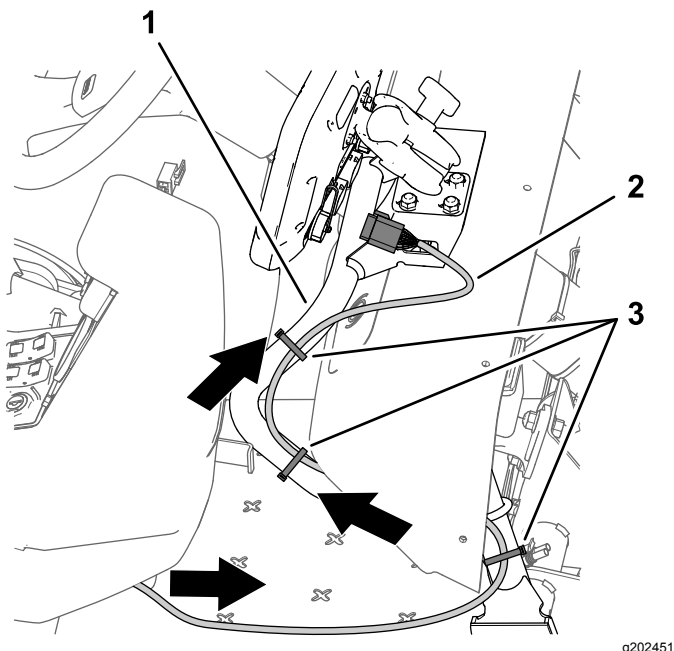

Figura 204
1. Enrute la rama de 220 cm del arnés de datos (la rama del arnés con el conector hembra de 26 vías) hacia adelante y por debajo del salpicadero (Figura 204).
2. Enrute la rama de 220 cm del arnés de datos por el tubo de sujeción del monitor (Figura 204).
4. Asegúrese de que la rama de 220 cm del arnés de datos tiene suficiente holgura para que el operador del fumigador pueda ajustar la posición del monitor, y sujete el arnés al tubo de sujeción del monitor con bridas, según se muestra en Figura 204.